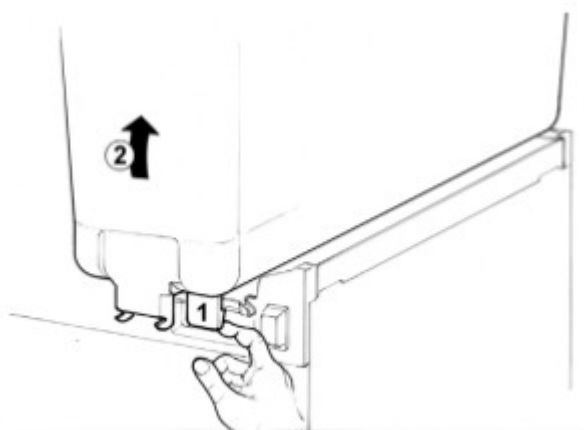

рис.1
2. Демонтируйте пустой контейнер, для этого приподнимите его со стороны крана и снимите его с прокладки (см. рис. 1).